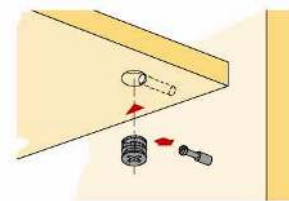

Рис. 2 Схема установки эксцентрика
2. К стойкам №1, №8 закрепить полку №5 с помощью стяжки - Е (см. рис. 2);